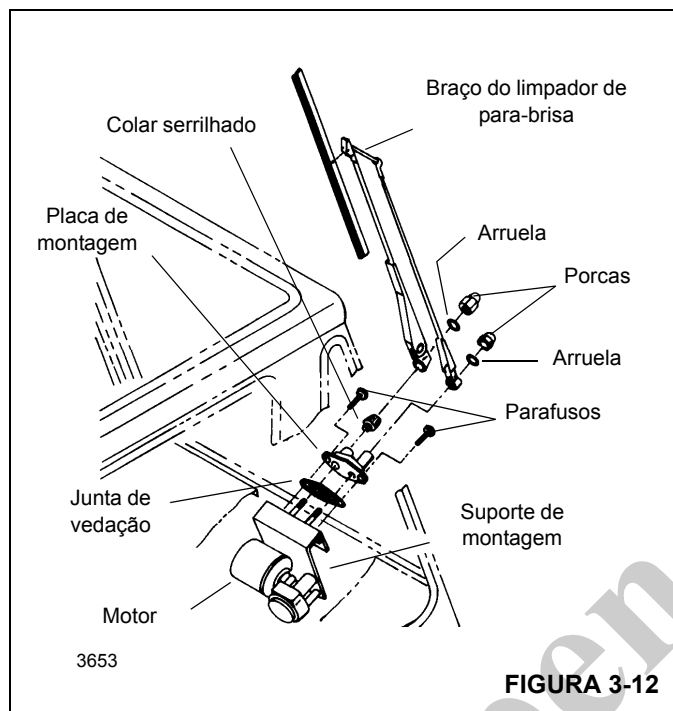

FIGURA 3-12
2. Conecte o motor do limpador ao suporte do motor com os parafusos e as arruelas (consulte a (Figura 3-12). Conecte o eixo do motor do limpador à alavanca do conjunto do motor do limpador com a porca e a arruela.